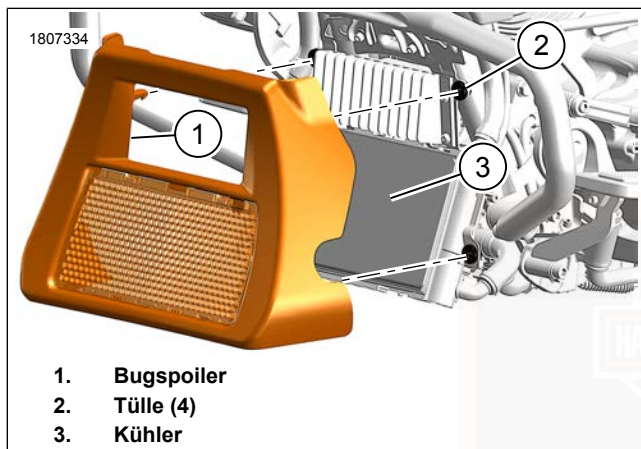

Abbildung 97. Bugspoiler
1. Siehe Abbildung 97. Bugspoiler ausbauen.
- b. Den Bugspoiler (1) gerade nach vorne ziehen.
2. Ablagerungen von den Kühlerlamellen (3) entfernen.
- c. Die Hakenstifte am Bugspoiler auf die Tüllen (3) ausrichten.